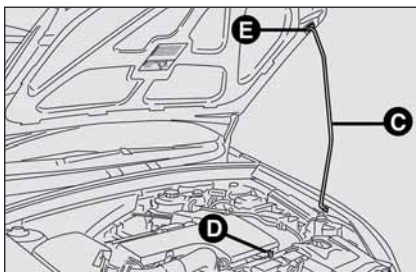

fig. 118
- ☐ levante el capó y al mismo tiempo, suelte la varilla de sujeción **C-fig. 118** de su dispositivo de bloqueo **D**, luego introduzca el extremo de la varilla en el alojamiento **E** del capó.
PARA CERRAR EL CAPÓ fig. 118